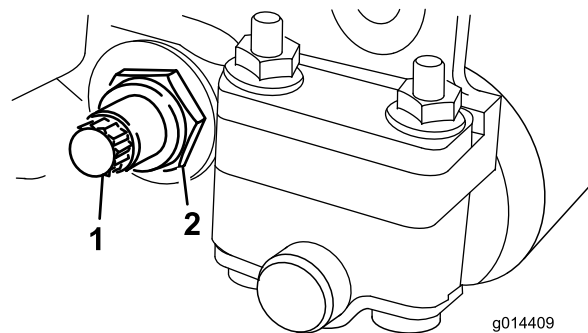
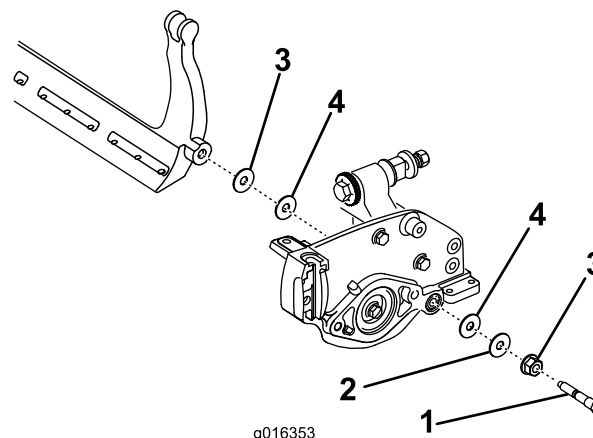

Figura 19
Figura 20
3. Desaperte a porca de bloqueio que segura a cavilha da barra de apoio, em cada um dos lados da máquina (Figura 19).
4. Remova cada uma das cavilhas da barra de apoio, de modo a permitir puxá-la e retirá-la da máquina (Figura 19). Guarde as duas anilhas de nylon e a anilha de aço prensado de cada uma das extremidades da barra de apoio (Figura 20).
2. Fixe a barra de apoio a cada um dos lados da placa lateral com as cavilhas (porcas flangeadas nas cavilhas) e com as 6 arruelas. Deve colocar uma anilha de nylon em cada um dos lados da placa lateral. Coloque uma arruela de aço no exterior de cada uma das arruelas de nylon (Figura 20). Aperte os parafusos da barra de apoio a 27-36 Nm. Aperte as porcas até que a anilha de aço exterior pare de rodar e a folga seja removida, mas não aperte em